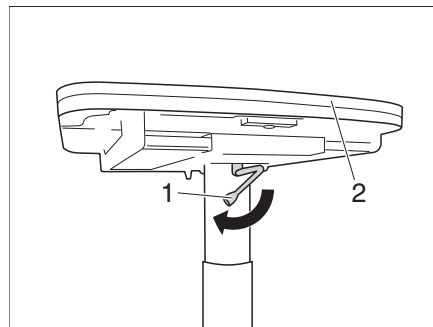

Fig. 99 Bajar la mesa
- Girar la palanca de bloqueo (Fig. 99,1) hacia la izquierda. El bloqueo está abierto.
- Presionar el tablero de mesa (Fig. 99,2) del centro hacia abajo, y mantenerlo presionado.
- Girar la palanca de bloqueo (Fig. 99,2) hacia la derecha. La mesa elevadora está bloqueada.